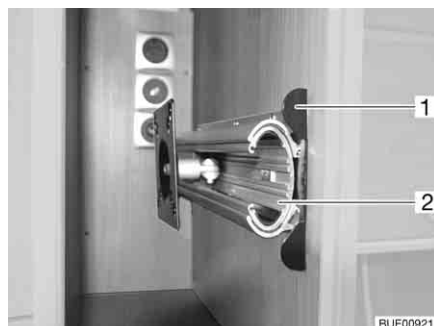

Fig. 53 Supporto nel mobiletto porta TV
- Premere verso l'interno il listello di sblocco (Fig. 53,1).
- Estrarre interamente la base estraibile (Fig. 53,2).
- Inserire la base estraibile Fig. 53,2), finché il listello di sblocco (Fig. 53,1) non si arresta a scatto.